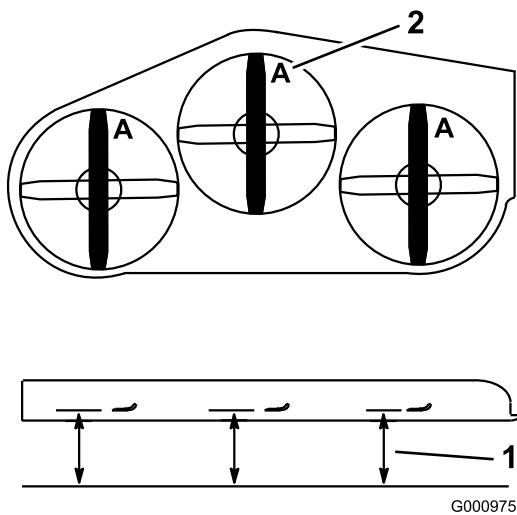

Figura 93
3. Gire las cuchillas hasta que los extremos estén orientados hacia adelante y hacia atrás (Figura 93).
4. Mida desde una superficie nivelada hasta el filo de corte, posición A, de las cuchillas (Figura 93).